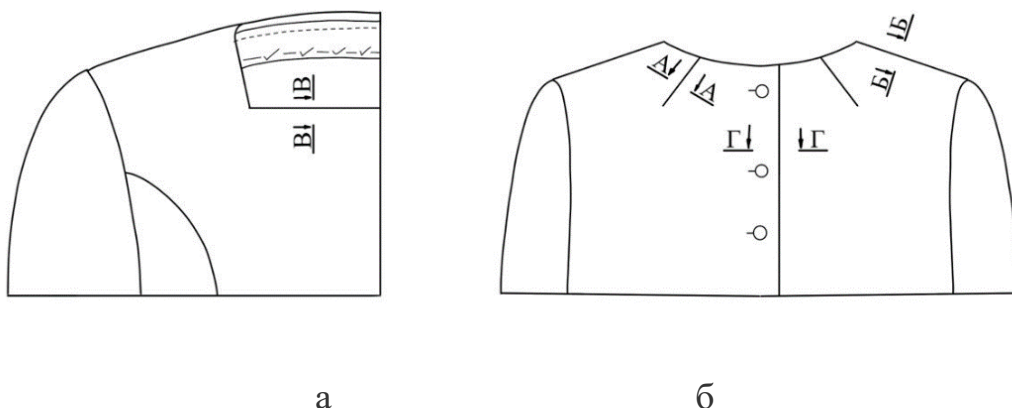

Рисунок 1 – Узел блузки. Вид спереди (а), вид сзади (б)
4. Стачать плечевые швы блузки. Ширина шва 1,0 см (строчка 3, рис. 1).